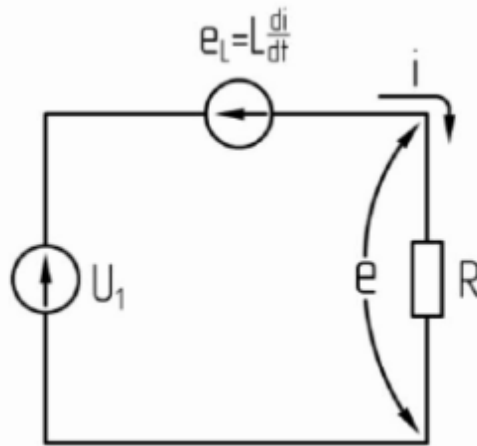

Рис. 4. Схема замещения при $\alpha < \theta < \delta$
1. $\alpha < \theta < \delta$. Схема замещения, соответствующая этому интервалу, приведена на рис. 4.